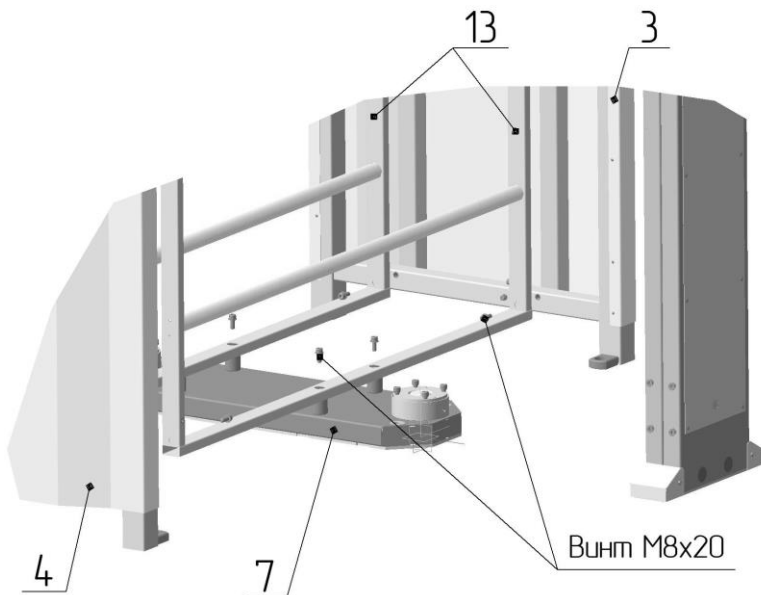

Рис. 3 Сборка стоек лицевых панелей с внутренними решетками **13** и напольной плитой **7**
– к вертикальным стойкам лицевых панелей с внутренней стороны установите внутренние решетки **13** и закрепите винтами М8 к панелям и к плоскости напольной плиты **7** (рис. 3);